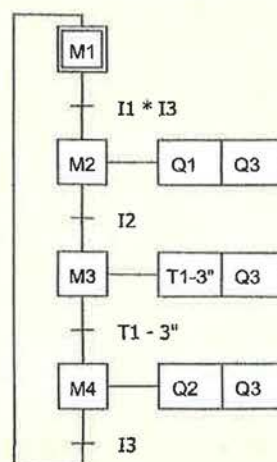

Figura 10.88. Grafset de segundo nivel.
A cada etapa se le asigna una marca (M). Y con estos datos se genera el Grafset de segundo nivel (Figura 10.88).